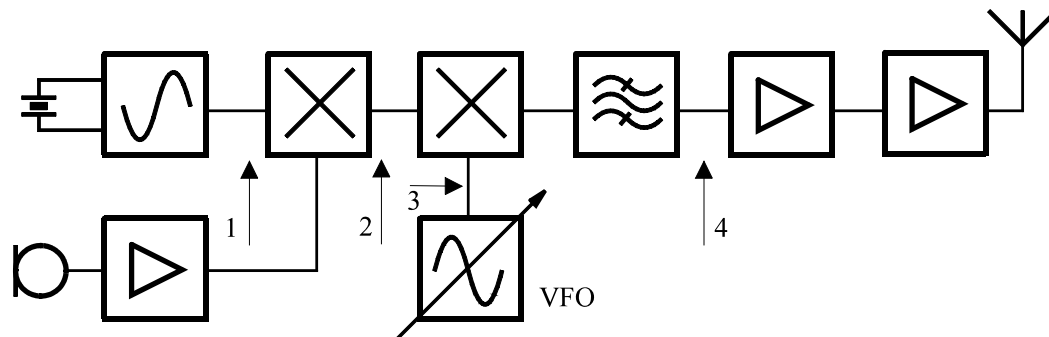

Figure 6.5 Exemple d'émetteur AM, et emplacement possibles pour des étages tampons.
- 6.5 * Un étage tampon ou *buffer* est un étage d'amplification, souvent avec un gain unitaire (sans amplification). Il permet très généralement de séparer une fonction d'une autre. La **Figure 6.5** présente quelques exemples. Le schéma représenté est celui d'un émetteur AM. Un oscillateur à quartz attaque un modulateur. Suivant la configuration du circuit, il serait possible que le signal BF dans le modulateur influence l'oscillateur et cause ainsi une variation de fréquence non désirée de ce dernier. Pour éviter ceci on placera un étage tampon en « 1 » qui séparera l'oscillateur du modulateur.